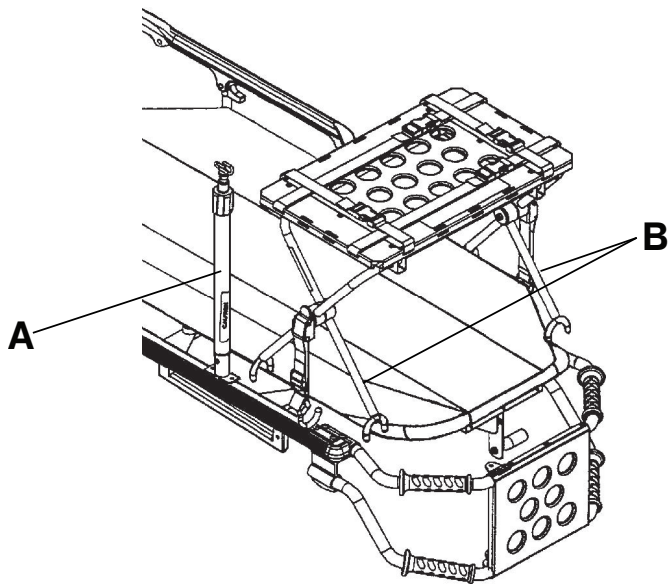

Figure 26 – Élever le support de perfusion et positionner le plateau porte-défibrillateur (modèle 6506 illustré)
3. Si le produit est muni d'un support de perfusion, élever le support (A) à la position élevée (Figure 26).
5. Positionner les pieds intérieurs (B) du plateau porte-défibrillateur vers le côté tête du produit (Figure 26).